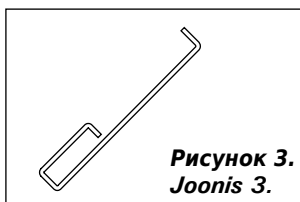

Рисунок 3.
**Внимание! При эксплуатации ручки нагреваются. Для открывания и закрывания дверцы топки и зольника используйте поставляемое приспособление (рисунок 3).**